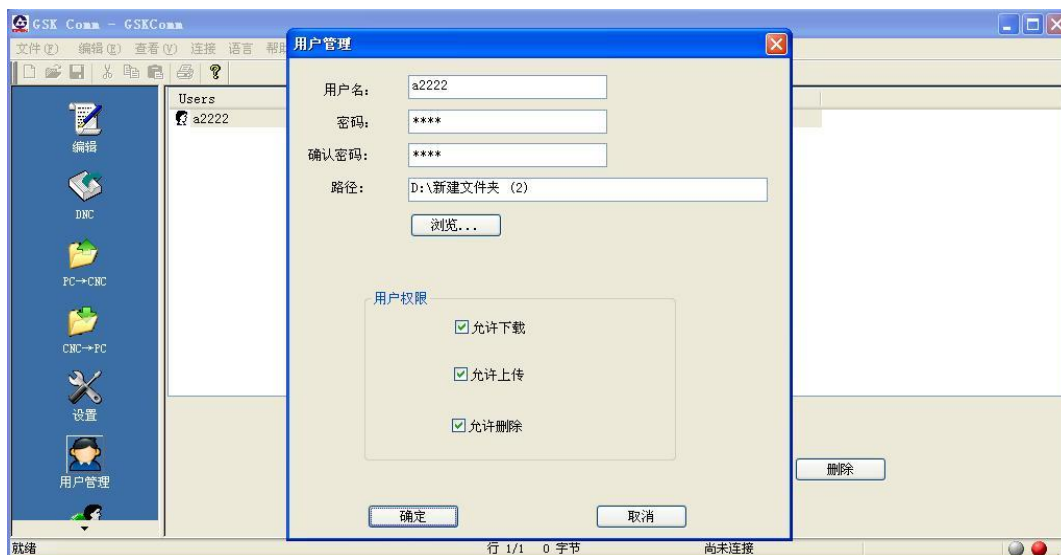

图 11-3-3-1
- 1) 打开“用户管理”后，按“添加”进入“用户管理”设置界面，如图 11-3-3-1 所示。